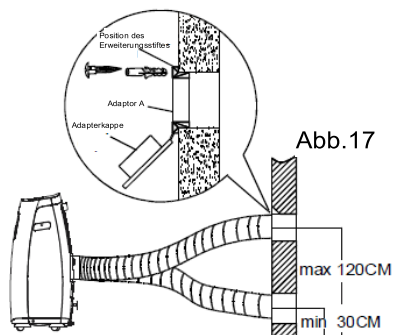

Abb. 18
1. Bohren Sie ein Loch in die Wand. Montieren Sie den Wandauslass-Adapter A an der Wand (Außenseite) mittels 4 Erweiterungsstiften und Holzschrauben und achten auf gründliche Befestigung. (siehe Abb. 18)